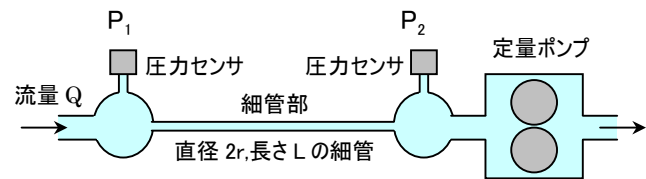

図 7. 細管式粘度計の原理
円筒細管内を流体が層流として流れるとき、図 7 のように単位時間に流れる流体の体積(流量)を  $Q$ 、細管の直径と長さをそれぞれ  $2r, L$ 、細管の両端の圧力を  $P_1, P_2$ 、圧力差  $P_1 - P_2$  を  $\Delta P$  とすると、細管を通過する流量  $Q$  は圧力勾配  $\Delta P/L$  に比例する。この現象は **ポアズイユの法則** (Poiseuille's law) とよばれ、(13) 式のように表されます。
したがって、図 7 で構成されるような細管式粘度計においては、細管を流れる流体の流量  $Q$  と細管両端の圧力差  $\Delta P$  を測定することにより、粘度  $\eta$  を求めることができます。この測定法は物理法則に基づいているので、粘度の定義にしたがった測定値を得ることができます。また、この測定方式を粘度の絶対測定法といいます。